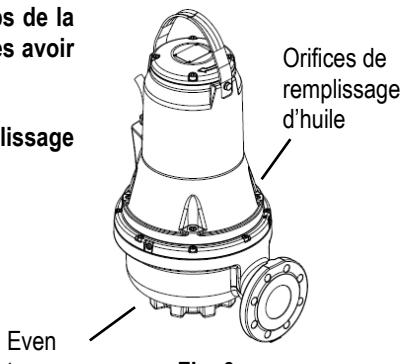

Fig. 6
**Durant la mise en place de la pompe, de l'air peut rester bloqué dans le corps de la pompe. L'air peut être éliminé du corps de la pompe en installant celle-ci après avoir retiré l'évent prévu à cet effet placé sur le côté de la pompe (Fig. 6).**